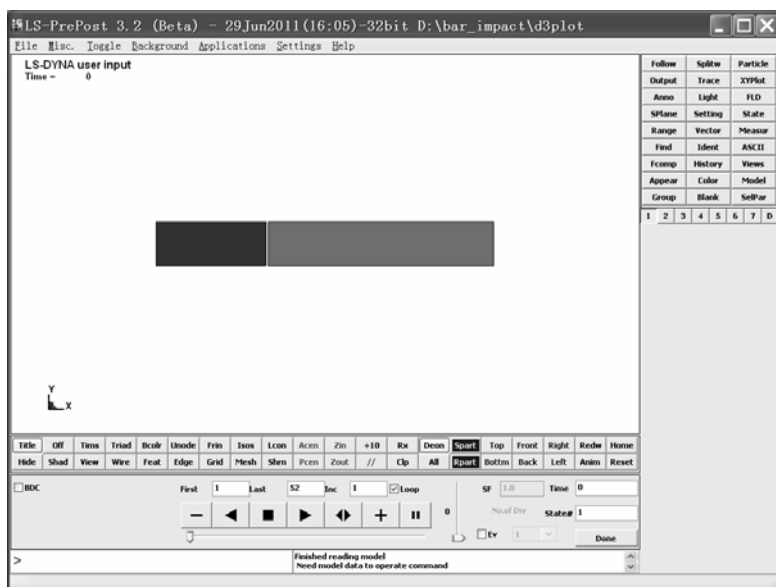

图 1-61 操作界面
(4) 从“Open File”窗口打开“d:\bar_impact”目录下的“d3plot”文件, 弹出图 1-61 所示的图形。图中显示了 A、B 两杆的正面视图。